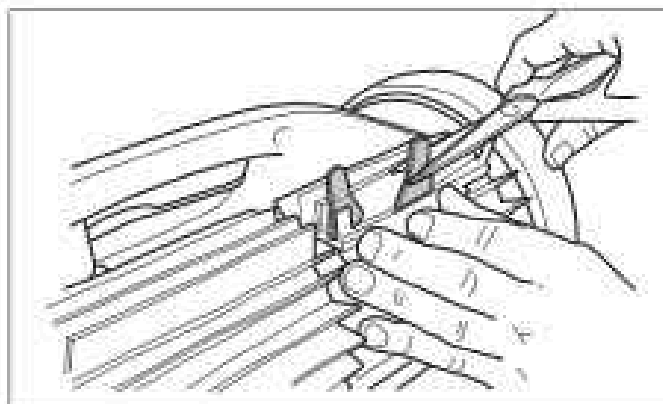

Figure 30. Couper les onglets
5. Utilisez une paire de ciseaux pour couper les languettes à 3/4 pouce du talon, de sorte qu'elles ne soient pas plus hautes que la lame de nettoyage (Figure 30).